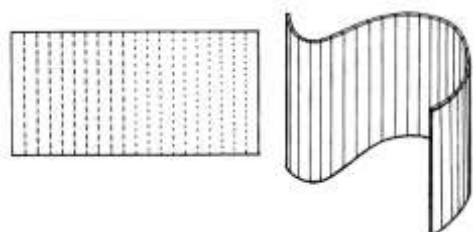
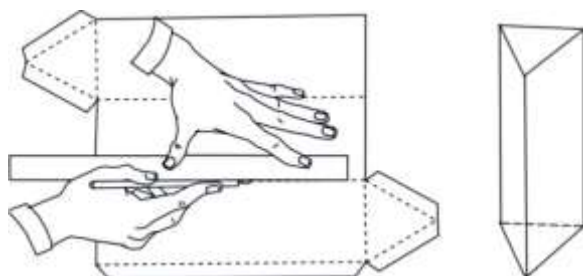

Рис.2. Тело вращения
Рис. 3. Ребра, грани сгибов бумаги
внимательно следя, чтобы не прорезать его до конца (рис. 2). Надрезы во всех видах разверток выполняются макетным ножом по металлической линейке (рис. 3). Если лист тонок, то можно пользоваться неострым, узким предметом, например, внешней стороной конца ножниц. Таким образом, можно производить надсечки ребер в развертках деталей макета. Этот способ придает материалу дополнительную жесткость и позволяет достичь значительной прочности.
4. Для того чтобы ребра, грани сгибов бумаги или картона были четкими без заломов и искривлений, по линиям будущего сгиба необходимо сделать надрезы с той стороны, где будет образовано внешнее ребро, аналогично тому, как было описано выше (рис.3).